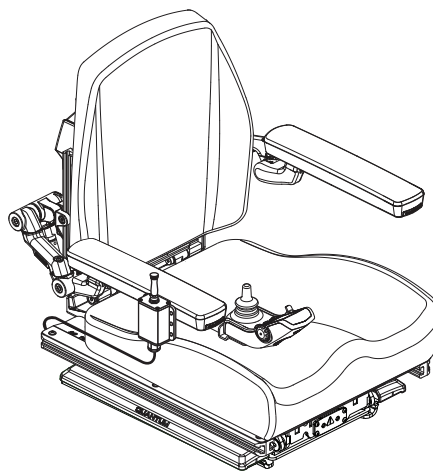

Figura 18. Interruptor de palanca del asiento
1. Empuje hacia delante el interruptor de palanca para subir el asiento. **Ver figura 18.**